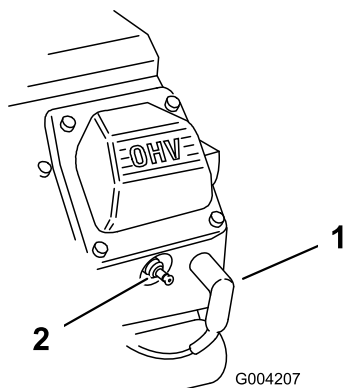

Bild 34
- Ziehen Sie die Zündkerzenstecker ab (Bild 34).
- Stecken Sie die Kabel auf die Zündkerzen (Bild 34).